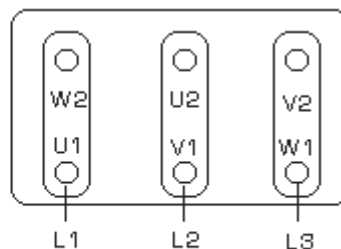

Fig. 2
- delta connection (Fig. 2)
- Dreieckschaltung (Abb. 2)
- connexion en triangle (Fig. 2)